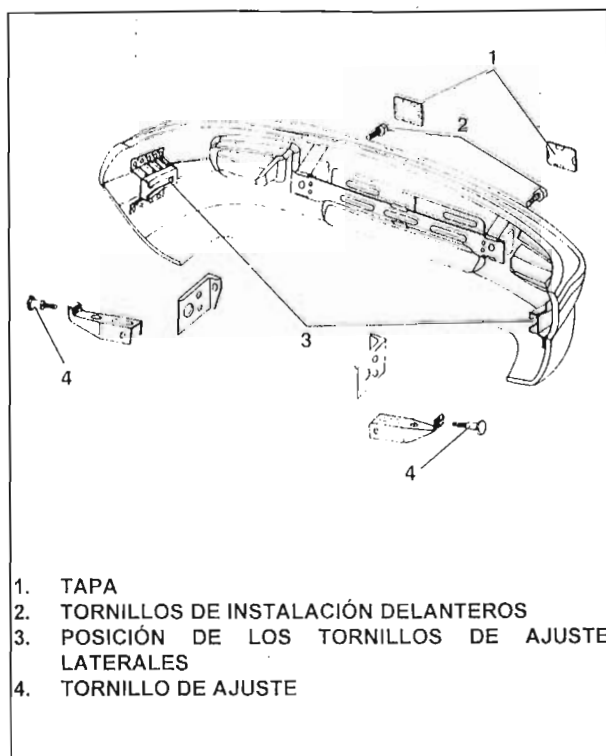

Fig. 21.
14. RETIRADA/ INSTALACIÓN DEL PARACHOQUES DELANTERO (Fig.21)